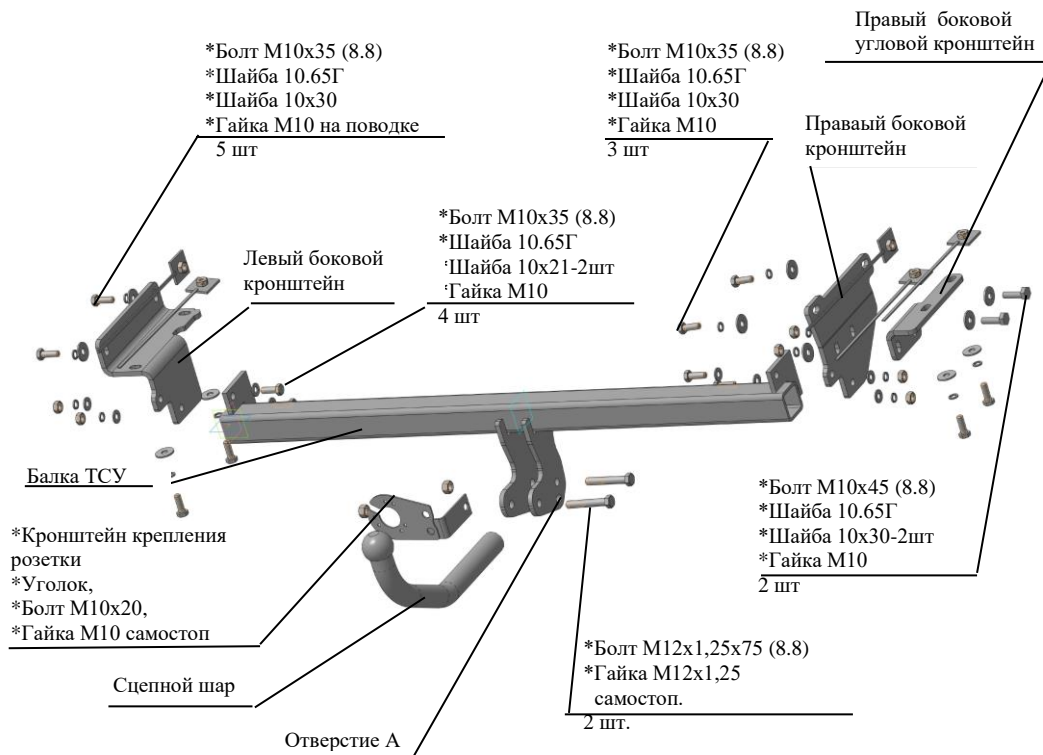

Рис.1 Тягово-цепное устройство 7722.
2.1 ТСУ 7722 в сборе (рис.1)	1 шт.
2.2 Пакет с комплектующими (см. рис.1)+ защитный колпак	1+1 шт.